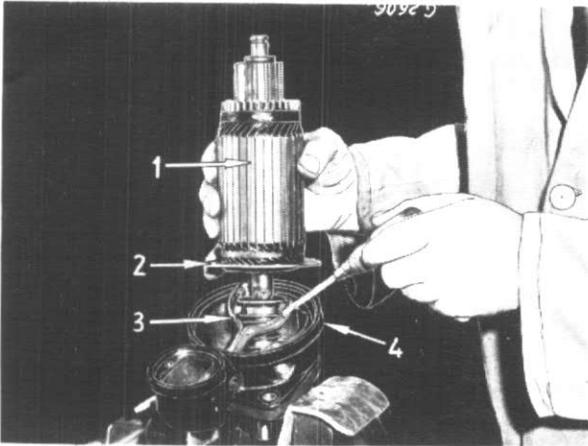

Figure 15
Soulevez l'induit et la rondelle de centrage (2), comme indiqué fig. 15, puis dégagez le levier d'enclenchement (3) et séparez l'induit du support côté entraînement (4).